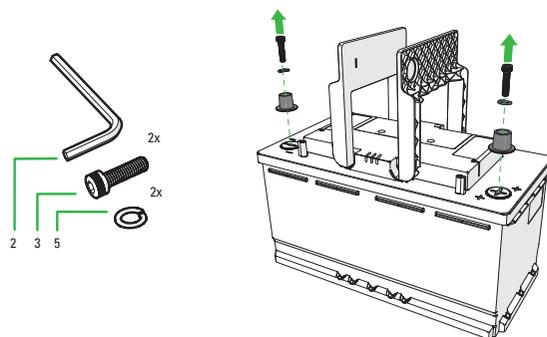

Figure 3.
1. Retirer les bornes d'alimentation automobile. (Figure 3)